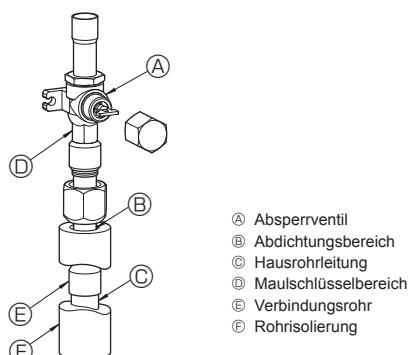

Fig. 4-3
③ Gehen Sie wie folgt vor, um die Rohrleitungen der Gasseite anzuschließen. (Fig. 4-3)